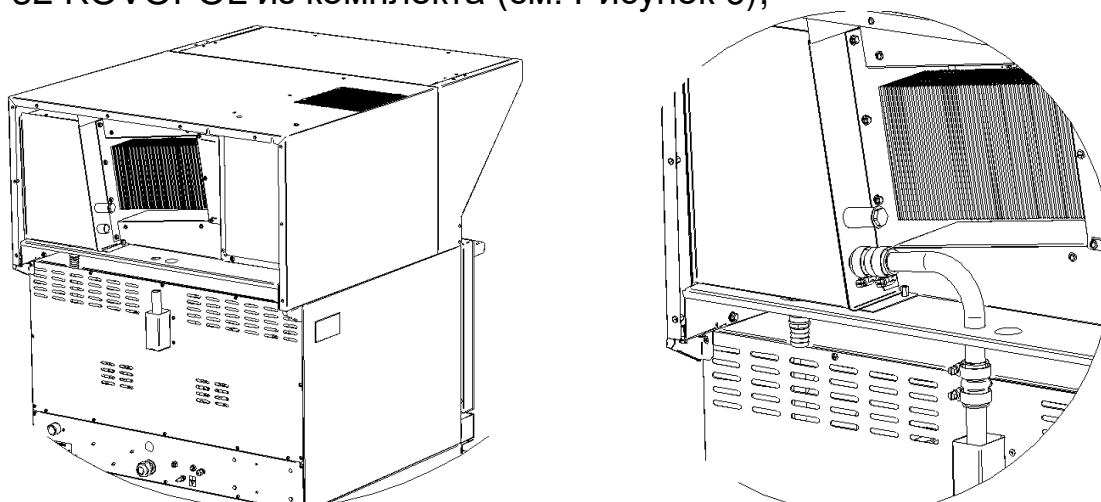

Рисунок 6
10. Установить зонт на конвекционную печь: необходимо совместить трубку камеры конвекционной печи с нижней трубой, выходящей из пароконденсатора зонта, установив между ними соединитель ЗВВ-4-6/4П.03.00.006 с двумя патрубками ПКА6-11ПМ.1626.00.03.003 и стянуть хомутами 20-32 KOVOPOЛ из комплекта (см. Рисунок 6);